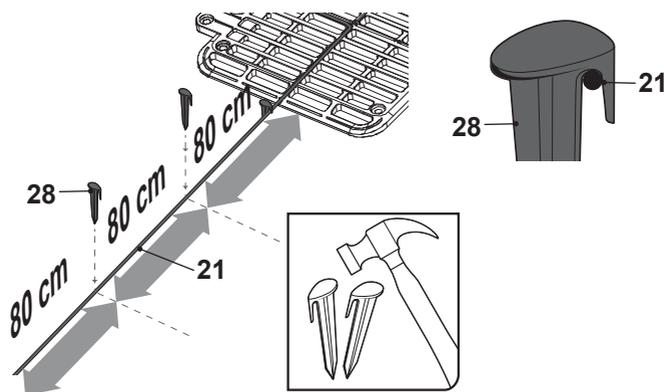

Fig. 15
- > Lors de la fixation du câble périphérique (21) avec les piquets, veillez à ce que le câble ne soit ni entortillé ni endommagé, et qu'il soit maintenu aussi tendu et aussi bas que possible. L'espace entre le premier/dernier piquet et le bord du socle doit être de 80 cm. En fonction de la planéité du sol, la distance normale entre les piquets (28) est de 80 cm, mais cette distance doit être réduite pour prendre en compte un terrain inégal ou tortueux (Fig. 15).